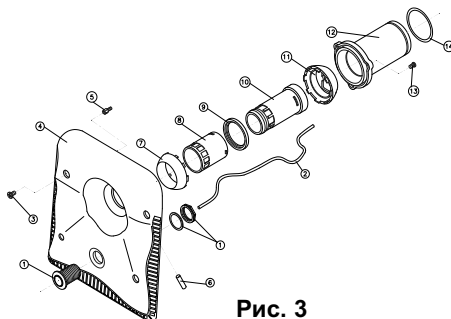
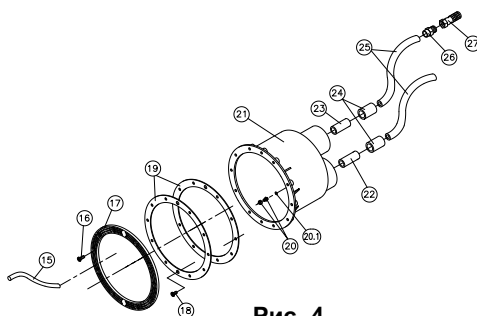

Рис. 3
Рис. 4
5.1 Чтобы закрепить нишу в стене, покрытой лайнером, необходимо следовать инструкциям, приведенным в главе 2. Прикрепите уплотнения (№19, рис.4) к нише (№21, рис.4) с помощью винтов (№18, рис.4), учитывая, что лайнер будет находиться между двумя уплотнениями (№19, рис. 4). Затем установите уплотнительное кольцо (№17, рис. 4) и закрепите его винтами (№16, рис.4).
6.1 Ниша поставляется с уже установленными трубами №22 и 23 (рис. 4). Кроме того, один из шлангов (№24, рис.4) вклеен внутрь трубы №22.
Эта линия состоит из трубы (№22), шланга (№24) и гибкой трубки (№25). Поскольку труба (№22) и шланг (№24) уже установлены в нише, вам нужно только приклеить трубку (№25). Перед тем как приклеить конец трубки (№25) к шлангу (№24), вставьте прозрачную трубку (№2, рис.3) в пневматическую линию и пропустите конец прозрачной трубки (№2, рис.3) через отверстие в нише. Закрепите ее в нужном положении с помощью сальника (№ 20 и 20.1, рис. 4). После этого приклейте трубку (№25) к шлангу (№24). Конец прозрачной трубки (№2, рис. 3) будет подключен к микровыключателю, расположенному с одной стороны гидropневматической панели, входит в комплект оборудования HIDROJET.